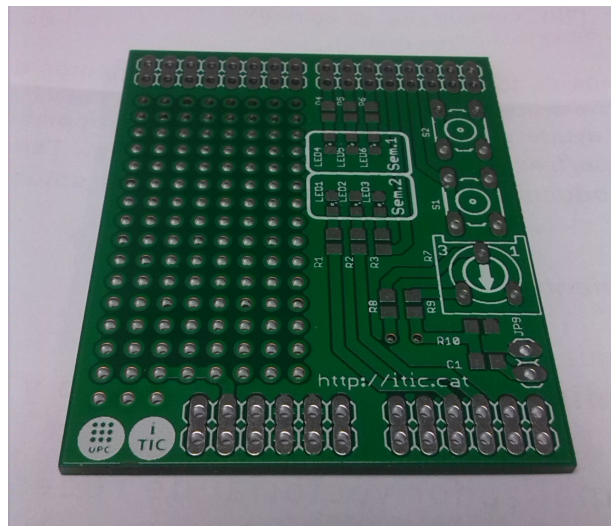

Figura 1: *Shield* d'Arduino per a la pràctica.
3. Existeix la possibilitat d'usar el *shield iTIC* d'Arduino dissenyada a l'assignatura de Tecnologies Complementàries. En aquest *shield* es disposa del material necessari per fer aquestes pràctiques, minimitzant la utilització de la placa de prototips que és més propensa a mals contactes. El podeu adquirir al mestre de laboratori. La figura 1 mostra una imatge d'aquesta placa.